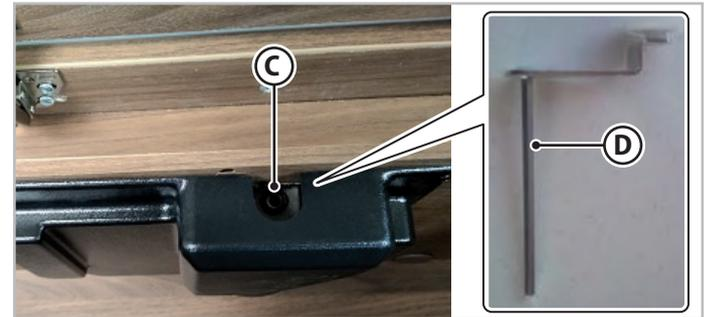

Abb. 6.20 - Entriegelung des elektrischen Bettes Typ A
2. Stecken Sie den Schraubenschlüssel (D - Abb. 6.20) an der Vorderseite des Motors in die Schraube (C - Abb. 6.20) für die manuelle Betätigung.